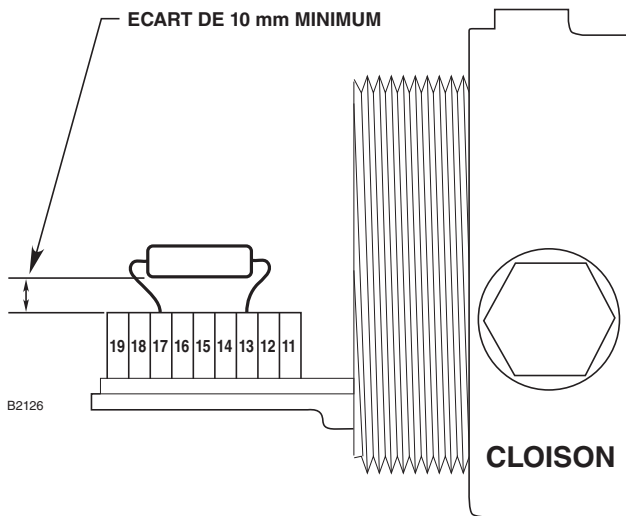

Figure 13—Installation de la Résistance de Fin de Ligne
La Figure 13 représente une résistance de fin de ligne installée dans le compartiment de câblage intégré du détecteur (se référer au paragraphe "Résistances Fin de Ligne" pour plus de détails).
3. Courber les pattes et installer la résistance comme illustré en Figure 13.